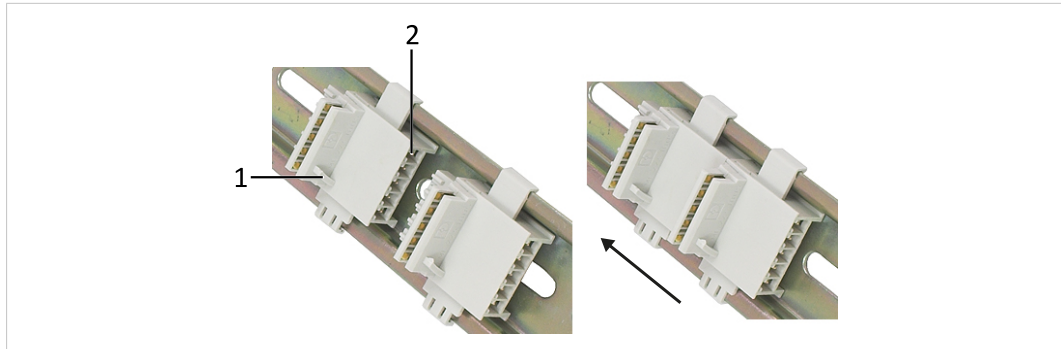

Fig. 4 TBUS montieren
- ▶ Führungsnase (1) beachten und TBUS-Stecker auf Hutschiene entsprechend der gewünschten Geräteausrichtung montieren (in Fig. 4 ist der Netzanschluss des CAN-Repeater's oben).
- ▶ TBUS-Anschluss des Geräts (3) auf TBUS-Stecker montieren.
- ▶ Sicherstellen, dass die Nut für Führungsnase des TBUS-Steckers (1) in die Aussparung im Gehäuse (4) greift.